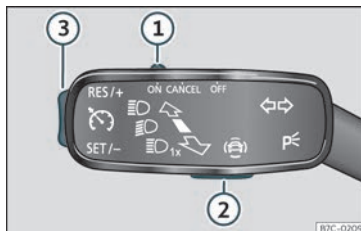

Fig. 208 No manípulo dos indicadores de mudança de direção: botões para utilizar o limitador de velocidade.
» » » Fig. 208 (2), a seguir, selecione mediante a rodinha direita do volante multifunções no menu do painel de instrumentos e pressione a rodinha para confirmar a seleção.
- Desloque o comando >>> **Fig. 208** ① para a posição **ON** e pressione a tecla ②.
- Durante a velocidade, pressione o botão >>> **Fig. 208** ③ na zona **SET/-**.
Pode ajustar-se a velocidade com o botão >>> **Fig. 208** ③:
- Desloque o comando >>> **Fig. 208** ① para a posição **OFF**.
Se deseja desativar temporariamente o limitador de velocidade, p. ex., para ultrapassar, desloque o comando >>> **Fig. 208** ① para a posição **CANCEL** ou pressione o botão ②.
Depois da ultrapassagem, o limitador de velocidade pode ativar-se com a velocidade programada anteriormente pressionando o botão >>> Fig. 208 ③ na zona RES/+.